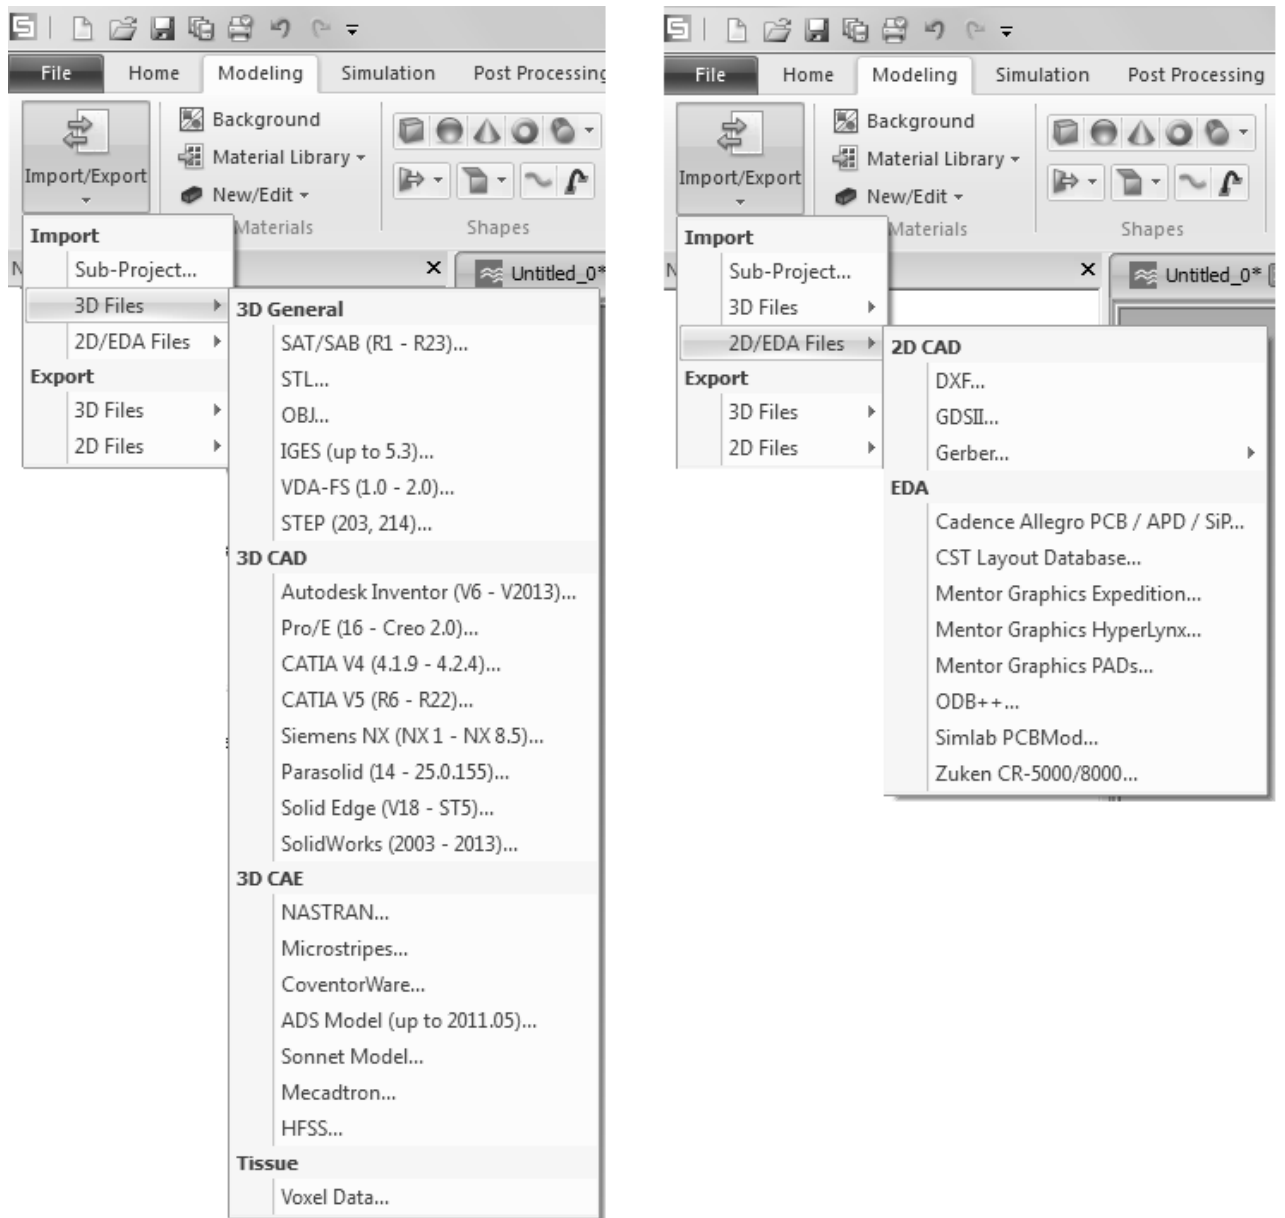

Рисунок 9. Импорт моделей
1. Импортируя готовую модель из сторонней CAD программы (например AutoCAD), используя команду *Import*. Список поддерживаемых форматов приведён на рис. 9